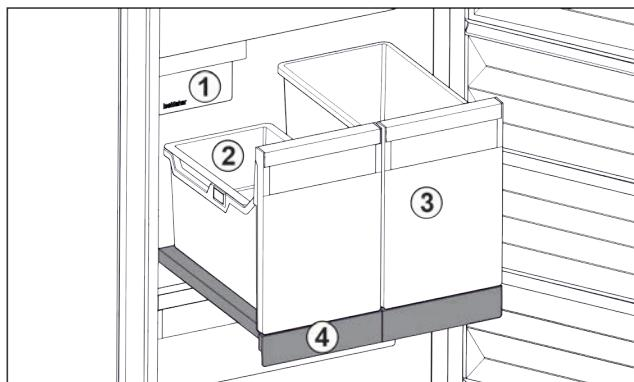

Fig. 22 Выдвижная панель с IceTower
- (2) Подвесной лоток для кубиков льда
- (4) Выдвижная панель
На выдвижной панели находятся два высоких контейнера (IceTower). В контейнере Fig. 22 (2) собираются и хранятся кубики льда из IceMaker. Контейнер Fig. 22 (3) подходит для хранения высоких продуктов, таких, как пицца или алкогольные напитки.